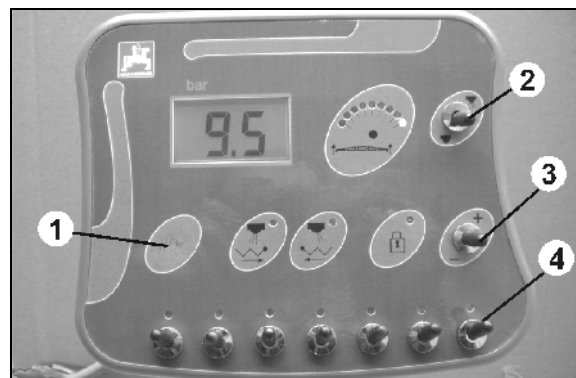

Fig. 2
3.  Aktivér **AMASET⁺** (Fig. 2/1).
6. Tryk på  (Fig. 2/3) **+** / **-**, indtil sprøjtetrykvisningen viser et sprøjtetryk på 4 bar.
- o Luk en delbredde via delbreddekontakten (Fig. 2/4). På sprøjtetrykvisningen ændres det indstillede sprøjtetryk.